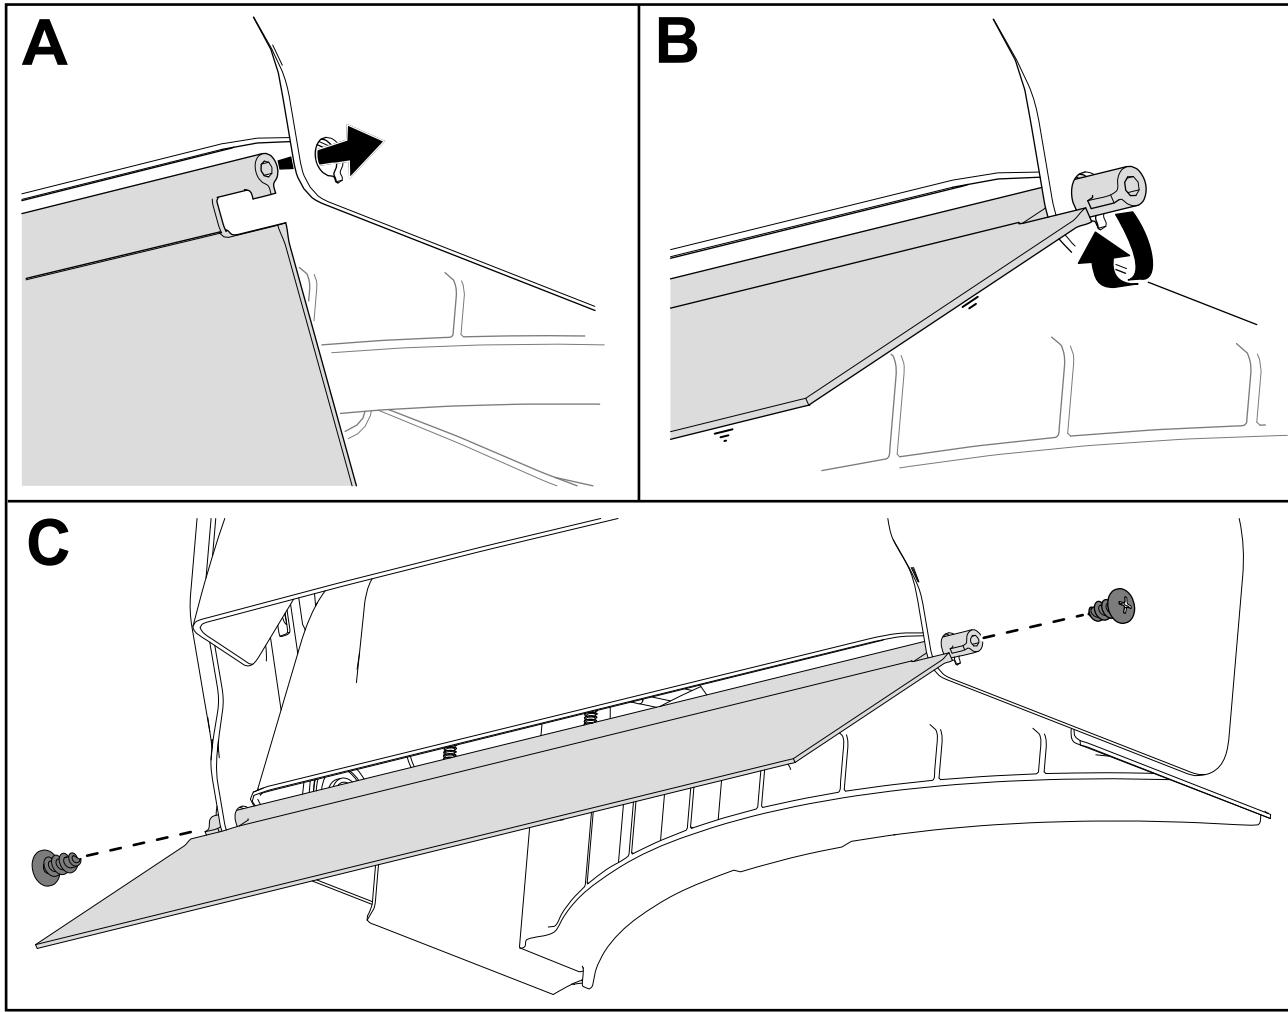

Figure 3
1. Montez la tôle de protection dans les trous de la plaque latérale (Figure 3).
2. Fixez la tôle de protection sur la machine à l'aide de 2 vis (Figure 3).